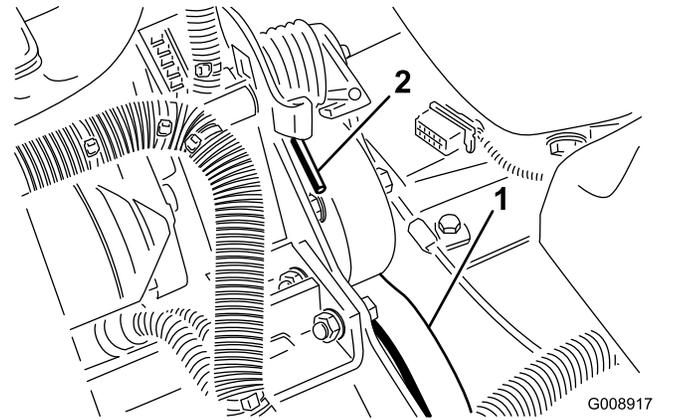

図 72
2. スプリングの端を前側に押し下げてブラケットから外し、スプリングのテンションをなくす 図 72。